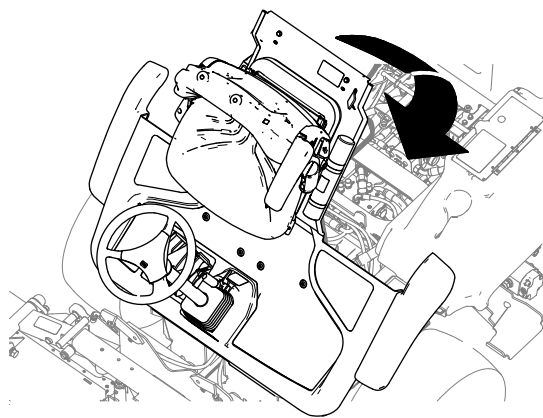

Figure 53
1. Abaissez doucement la plateforme (Figure 53).